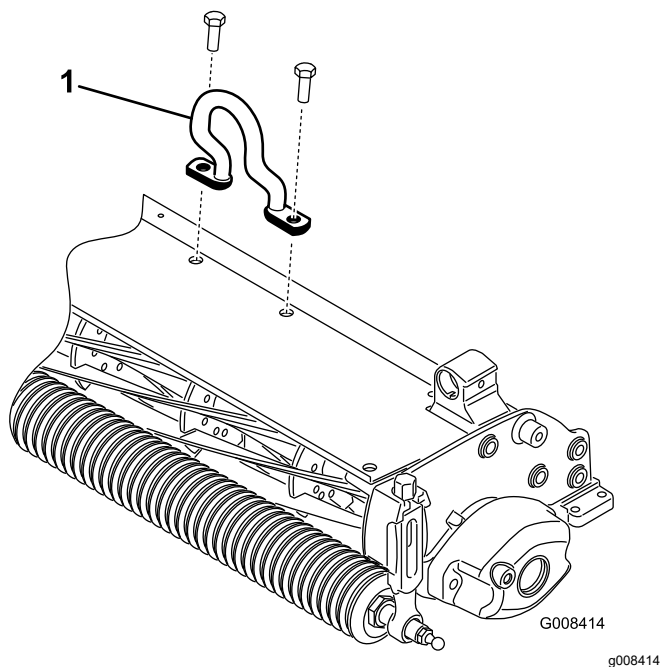

Рисунок 6
2. Установите изогнутую серьгу (Рисунок 6) на верхнюю поверхность блока-скарификатора с помощью 2 винтов с головкой.